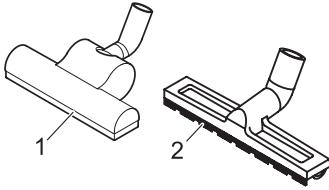

Abb. 7
- **Turbobürste (Abb. 7/1)**
- **Parkettbürste (Abb. 7/2)**